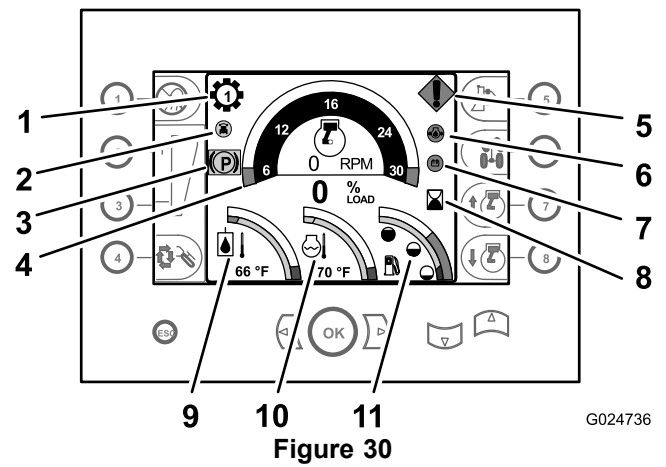
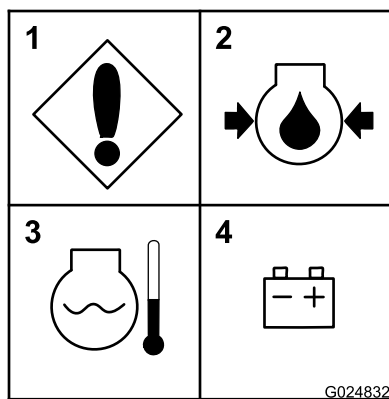

Figure 30
Figure 31
- **Indicateur de rapport** – Ce témoin indique le rapport de transmission sélectionné (rapports 1 à 4); il s'affiche au-dessus et à gauche du compte-tours (Figure 30).
- **Témoin d'inclinaison automatique** 0(kit en option) – Ce témoin s'affiche chaque fois que la fonction d'inclinaison automatique est active. Le témoin d'inclinaison automatique est situé juste en dessous et à gauche de l'indicateur de rapport (Figure 30).
- **Compte-tours** – Le compte-tours indique le régime moteur en tours par minute (tr/min). Le compte-tours s'affiche en haut de la partie centrale de l'écran du centre de commande (Figure 30).
- **Compteur horaire** – Le compteur horaire indique les heures de fonctionnement du moteur. Il s'affiche dans la partie centrale droite de l'écran du centre de commande, à droite du compte-tours (Figure 30).
- **Thermomètre de liquide hydraulique** – Cet instrument indique la température de service du liquide hydraulique et s'affiche dans la partie inférieure gauche de l'écran du centre de commande (Figure 30).
- **Thermomètre de liquide de refroidissement** – Cet instrument indique la température du liquide dans le circuit de refroidissement du moteur. Il s'affiche dans la partie centrale inférieure du combiné d'instruments (Figure 30).
- **Témoin de niveau de carburant** – Ce témoin indique le niveau de carburant restant dans le réservoir; il s'affiche dans la partie inférieure droite de l'écran du centre de commande (Figure 30).
- **Basse pression d'huile moteur** – Ce message d'avertissement s'affiche quand la pression d'huile dans le moteur est inexistante ou insuffisante (Figure 30 et Figure 31).
- **Surchauffe du moteur** – Ce message s'affiche si le moteur surchauffe (Figure 30 et Figure 31).
- **Contrôle de l'alternateur ou la batterie** – Ce message s'affiche si l'alternateur ne charge pas la batterie (Figure 30 et Figure 31).
- **Anomalie de machine ou de moteur** – Ce message s'affiche en cas d'anomalie de la machine ou du moteur. La cause de l'anomalie est indiquée dans les écrans de diagnostics du tableau de bord (Figure 30 et Figure 31).